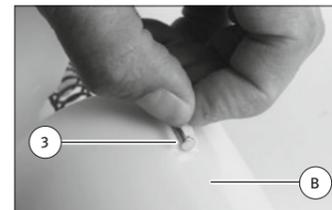

Abb. 4/ Fig. 4/ Puc. 4/ 图4
- 松开两个导向杆 (9) 的锁定件 (3), 并将导向杆从导向件内拔出 (图 4)。不要损坏锁定件。
- 可废弃处理旧的下半部分 (B) 和弹簧 (2)。